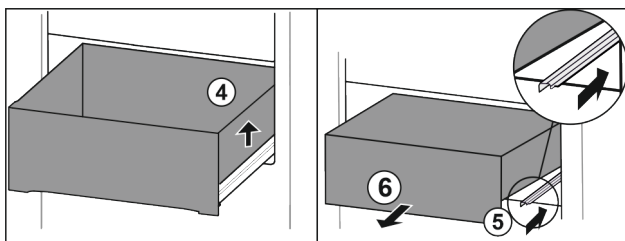

Fig. 15
- ▶ Повдигнете чекмеджето отдясно Fig. 15 (4).
- ▶ Вкарайте дясната релса Fig. 15 (5).
- ▶ Извадете чекмеджето напред Fig. 15 (6).